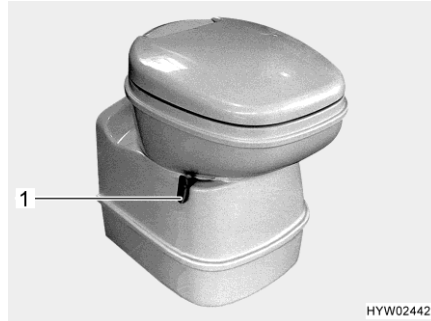
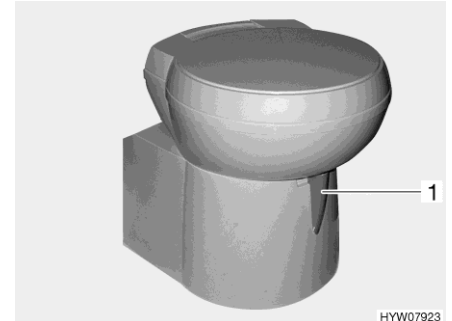

Bild 269 Thetford-toalettskål, svängbar
Bild 270 Thetford-toalettskål, svängbar (alternativ)
- Öppna spjället på Thetford-toaletten före spolning. Skjut för detta spjällspaken (Bild 269,1 resp. Bild 270,1) moturs.